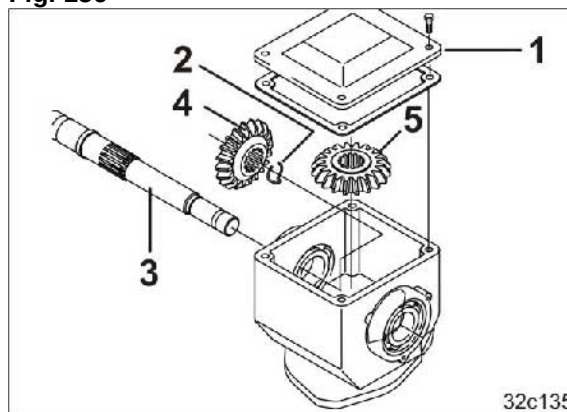

Fig. 157
4. Åbn gearlåget (Fig. 157).
5. Træk den aksiale sikring Fig. 157(2 af).
6. Træk gearakslen (Fig. 157/3) ud af gearhuset.
- Det koniske tandhjul (Fig. 157/4) frigives af drivakslen.
Det andet koniske tandhjul (Fig. 157/5) sidder på hovedakslen. Det koniske tandhjul er ikke sikret aksialt.